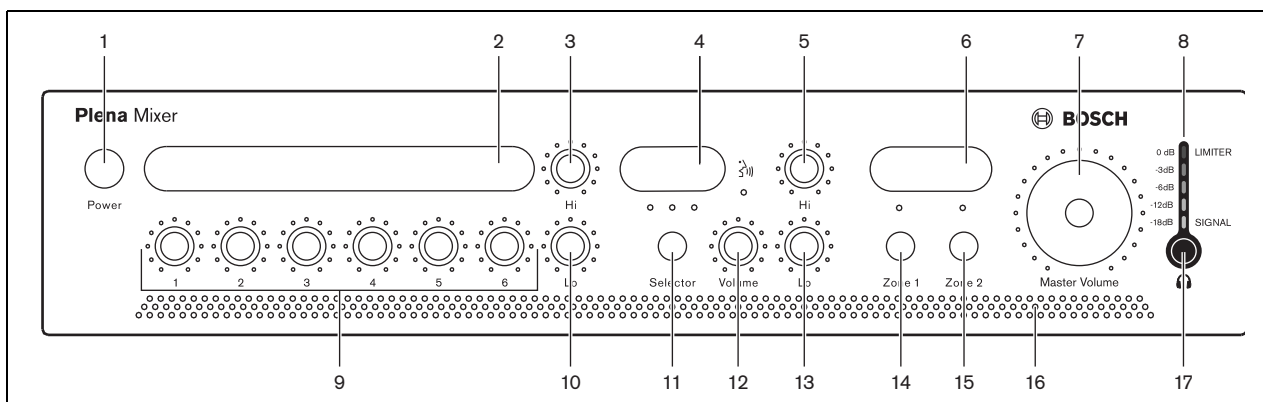

figura 5.2: Panel frontal
- 2 Sitúe el botón power (1) de la parte frontal de la unidad en la posición de encendido (On) - pulsado (véase figura 5.2).
Sitúe el botón power (1) de la parte frontal de la unidad en la posición de apagado (Off) - no pulsado (véase figura 5.2).
Los usuarios pueden crear etiquetas personalizadas para las: entradas de micrófono/línea, descripción de las fuentes de música y zonas de salida de audio 1 y 2. Estas etiquetas pueden fijarse al mezclador en los números de posición 2, 4 y 6 (véase figura 5.2). Las clavijas de color también pueden insertarse en distintas posiciones alrededor de los controles para indicar la configuración favorita para una aplicación en particular.
Utilice los controles de tono Hi (alto) y Lo (bajo) (véase figura 5.2, números 3 y 10) para cambiar colectivamente el tono de las entradas de micrófono/línea de 1 a 6.
Utilice los controles de tono Hi (alto) y Lo (bajo) (véase figura 5.2, números 5 y 13) para cambiar el tono de la fuente de música seleccionada.